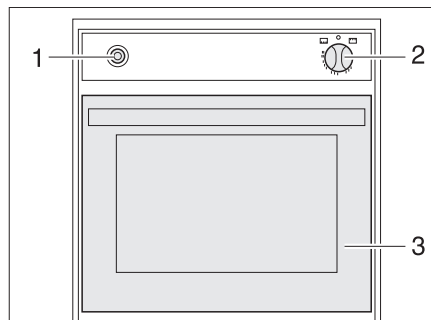

Bild 216 Gasugn (Spinflo)
- Öppna ugnsluckan (Bild 216,3) helt.
- Tryck lätt på vridregulatorn (Bild 216,2) och ställ den på "🔥" (ugn) eller "GRILL" (grill).
- Tryck på vridregulatorn (Bild 216,2) under 5 till 10 sekunder. Gasen strömmar till brännaren.
- Tryck på tändaren (Bild 216,1) tills lågan tänds.
- Ställ vridregulatorn (Bild 216,2) på "0". Flammen slocknar.